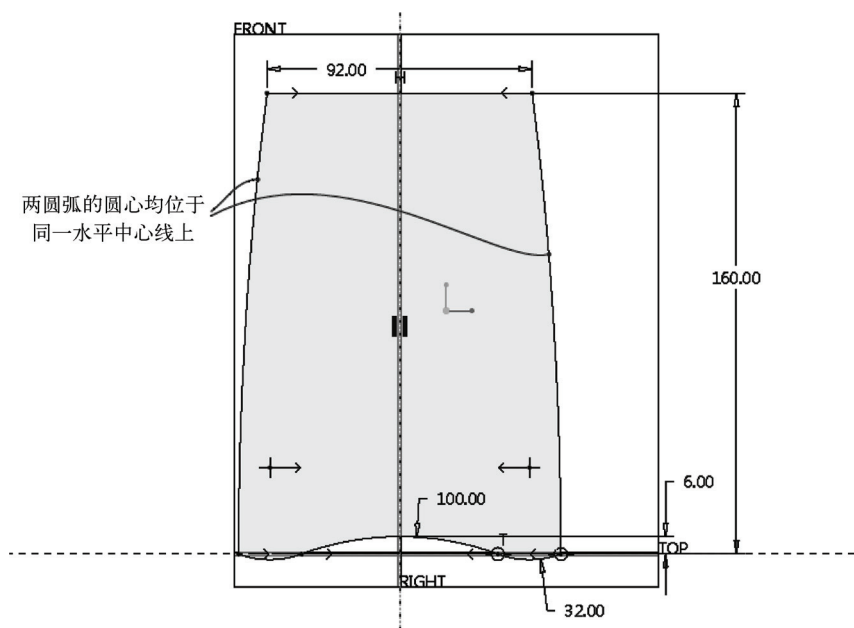

图 12-73 绘制拉伸截面
- 3) 绘制图 12-73 所示的拉伸截面, 单击  (确定) 按钮。